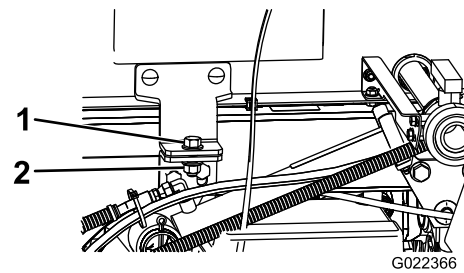

Figura 99
5. Retire os parafusos de segurança da parte frontal do patim (Figura 99).